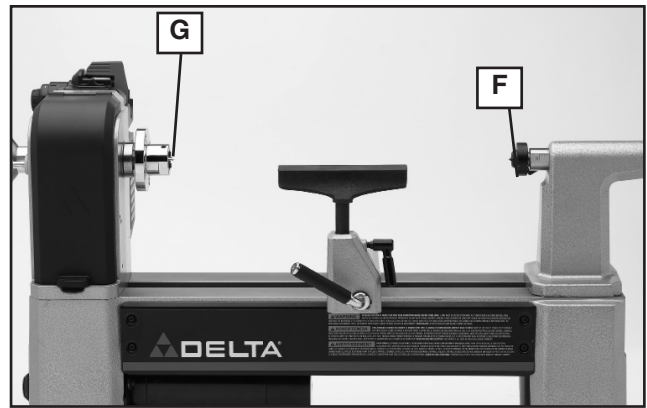

Fig. 5
La pointe à griffe (G), fig. 5, et la pointe d'entraînement (F) s'utilisent conjointement (comme montré à la fig. 5) pour tourner des pièces d'au plus 419 mm (16-1/2 po) de longueur.